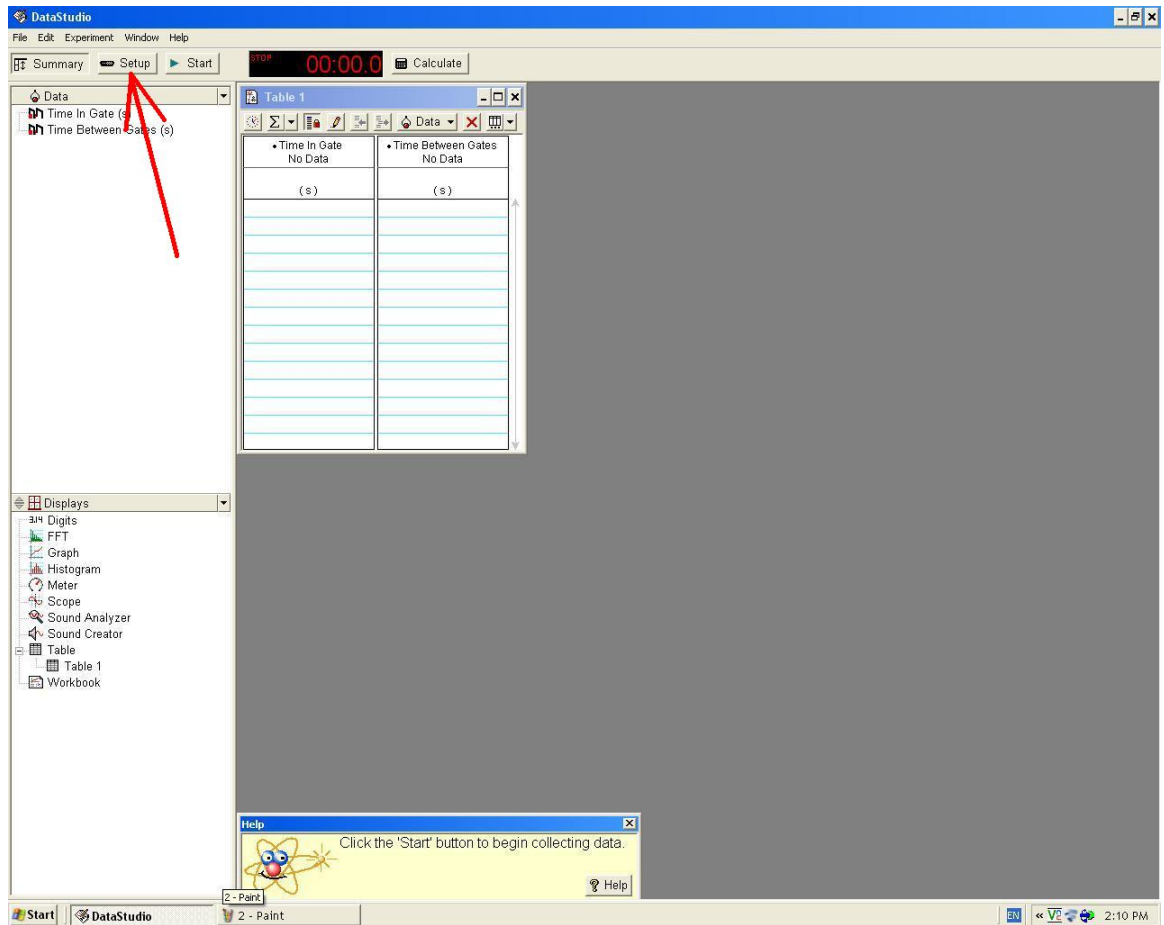

Figure 7. Cliquez sur *Setup*, indiqué par la flèche.
6. Quand vous voyez l'image de la Figure 7, cliquez sur *Setup*.